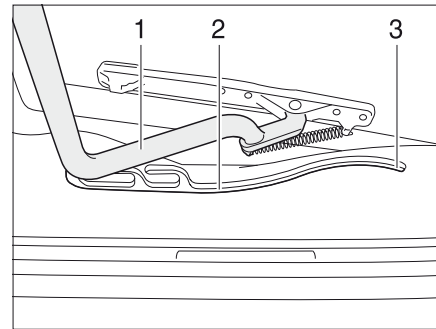

Bild 92 Heki-taklucka, spår
- Dra in bygeln (Bild 92,1) i spåren (Bild 92,2) till den bakersta positionen (Bild 92,3).
- Tryck bygeln (Bild 92,1) lätt uppåt med båda händerna.
- Drag bygeln till önskad position i spåret (Bild 92,2).